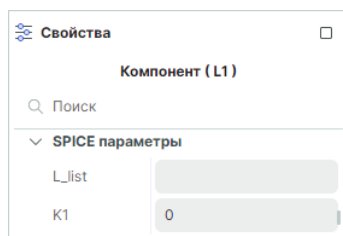

Рис. 85 Редактируемые SPICE-параметры
85. Для редактирования доступны следующие SPICE-параметры, см. Рис. 85.